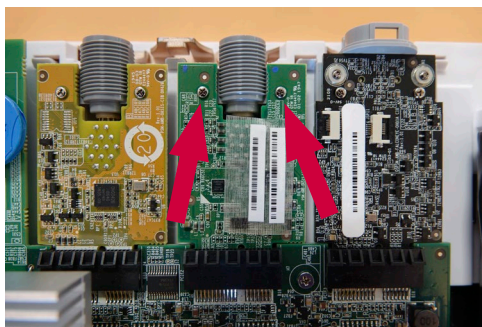

Figura 21 Remover os parafusos na placa VDI a ser substituída
- a) Utilize a chave de fendas para desapertar os dois parafusos que seguram a placa VDI (Figura 21)
- e) Insira e aperte os dois parafusos (força máx. de 0,2 Nm) que seguram a placa VDI no sítio (Figura 21)